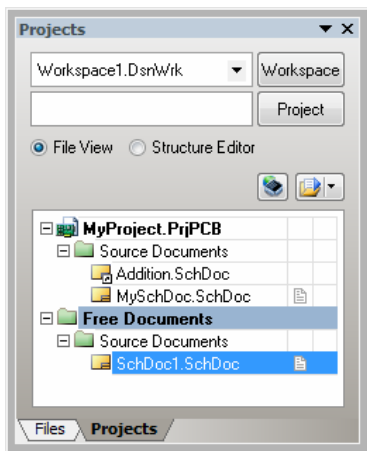

图 2-11 打开的自由文档
(2) 该对话框可以打开 Altium Designer 支持的各种文件类型。在文件类型下拉列表中选择 **Projects and Documents**，切换到待打开文档所在的路径，本例中该路径为 **D:\AD10\DocOpen**，在文件列表中双击 **SchDoc1.SchDoc**，即可在工程面板中打开该文档并显示在编辑窗口中。
(3) 如果打开的文档不属于工程面板中的任何一个工程，则该文档会放入 **Free Documents**（自由文档）目录下，如图 2-11 所示。